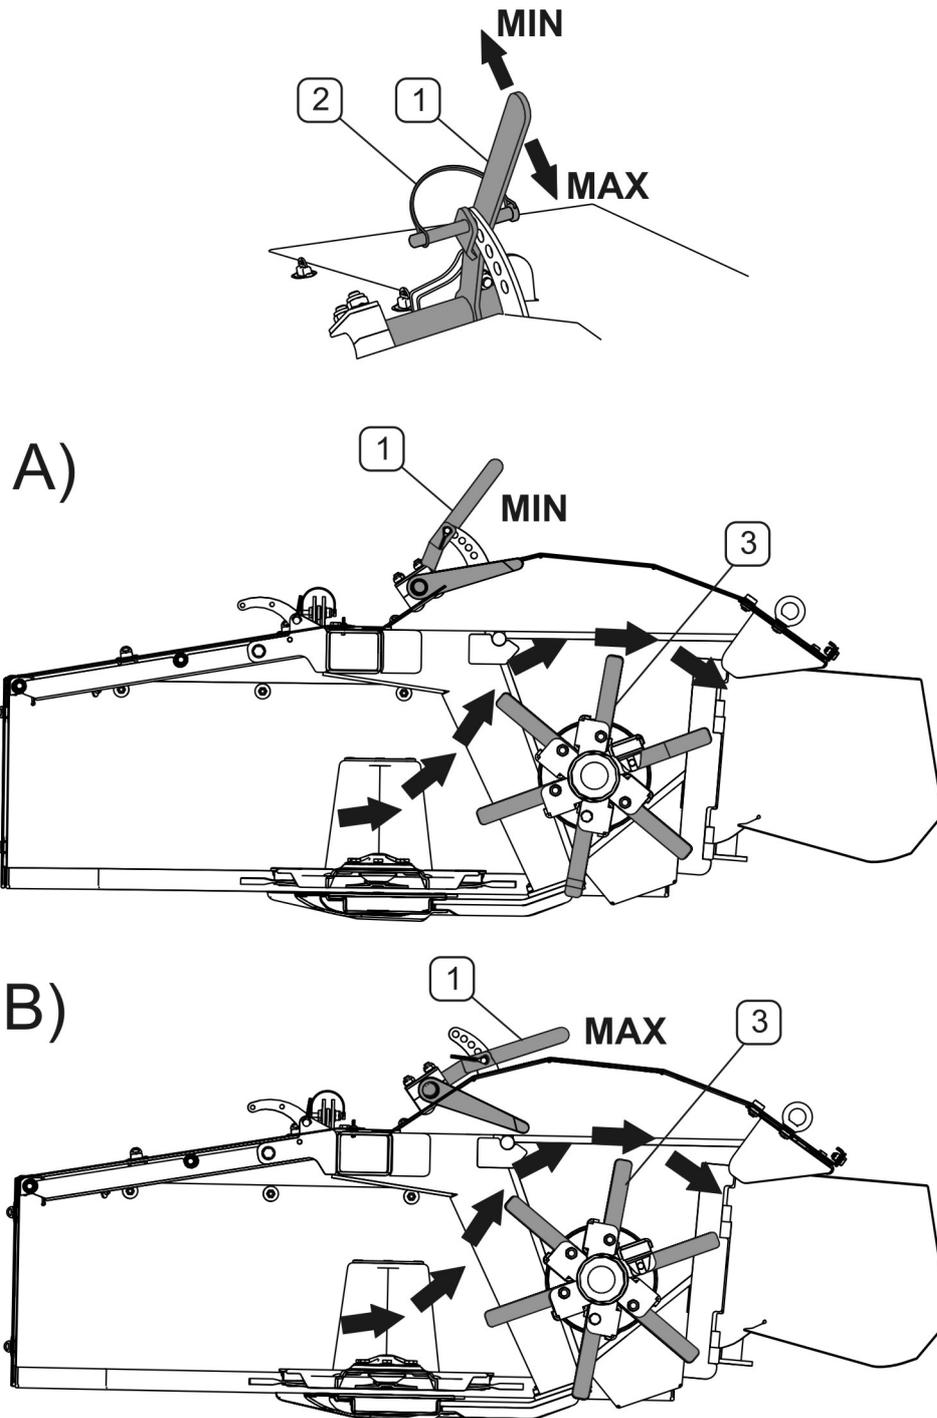

ABBILDUNG 4.10 Einstellung des PDF300C Grubbers.
Je nach Art und Dichte des zu mähenden Materials ist es möglich, die Intensität der Schwadauflockerung einzustellen (ABBILDUNG 4.10). Dazu dient ein Hebel (1) am Tragrahmen der Lockerungseinheit, der mit den Dämpfungsfingern verbunden ist. Die richtige Einstellung der Dämpfungsfinger muss so gewählt werden, dass das Mähgut nicht zwischen dem Mähbalken und der Aufbereiterwelle eingeklemmt wird.